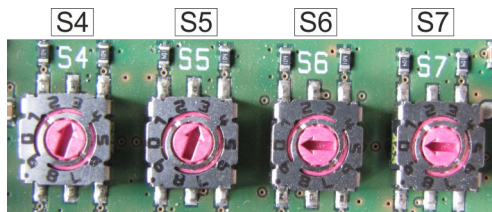

Fig. 52: Configuración
4. Configurar el sistema con direcciones (Fig. 52).